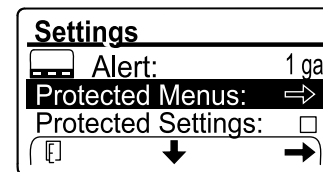

図 108
1. 保護メニュー用の PIN 図 108を入力する アクセス制限付きメニューへのアクセス \(ページ 22\)を参照。